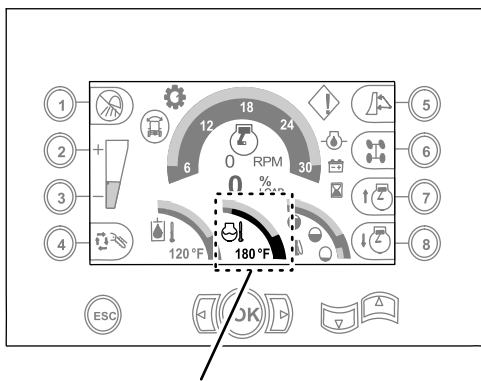

Bild 103
- C. Lassen Sie den Motor fünf Minuten lang laufen, oder bis die Anzeige für die Kühlmitteltemperatur auf dem Command-Center-Display 82 °C anzeigt. Stellen Sie den Motor dann ab (Bild 103).